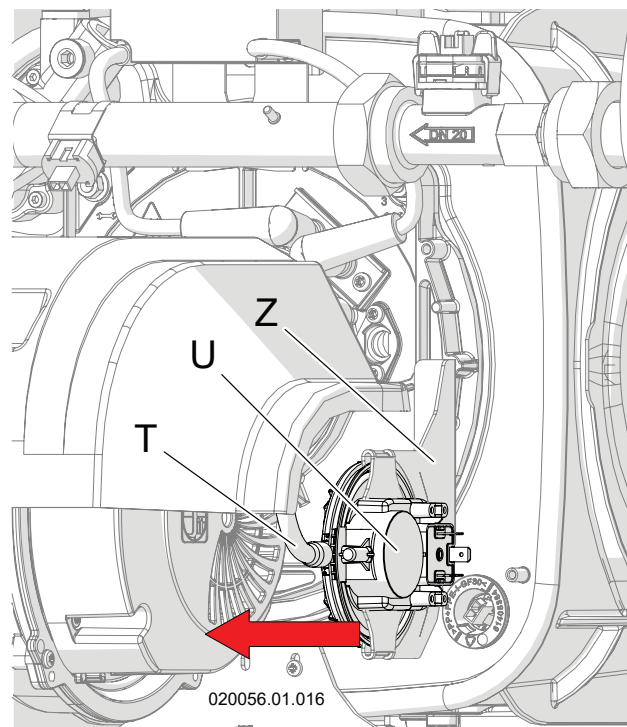

Figura 13-6 Rimozione pressostato aria (APS)
- 3.-scollegare il tubo "T" dal pressostato aria "U" e rimuovere il pressostato aria "U" dalla staffa "Z" (Figura 13-6);
- 3.-rimontare il pressostato aria "U" sulla staffa "Z" (Figura 13-6) e ricollegare il tubo "T" come riportato in Figura 13-6;
- 4.- scollegare il tubo "T" dal pressostato aria "U" e rimuovere il pressostato aria "U" dalla staffa "Z" (Figura 13-6);